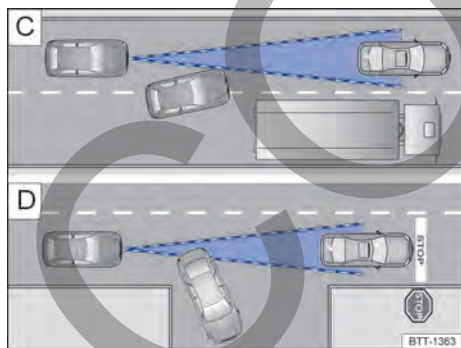

Fig. 95 [C] Cambio de carril. [D] Vehículo girando o parado.
Por ejemplo, si un vehículo detectado por el ACC gira o cambia de carril, y si hay un vehículo parado frente a este vehículo, el ACC no reaccionará al vehículo parado → fig. 95 [D].
- Vehículos que cambian al carril donde usted está a poca distancia del vehículo → fig. 95 [C].